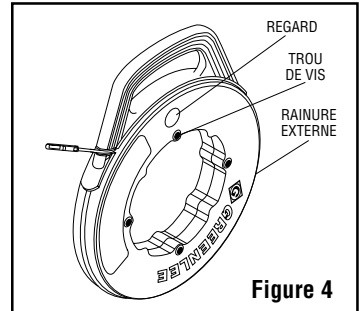

Figure 4
5. Insérez une vis dans l'orifice le plus proche du regard. Installez le câble de traction dans le boîtier en vous assurant que l'anneau de traction ou la sertissure est sur la vis. Voir figure 4.